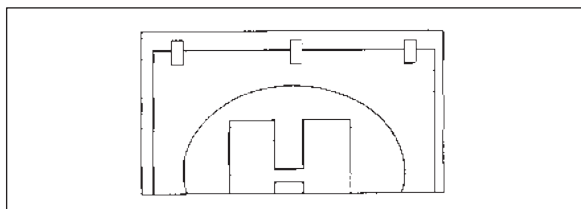

Fig. 8
1. Fissare la grafica con piccoli pezzi di nastro di premascheratura. Fig. 8